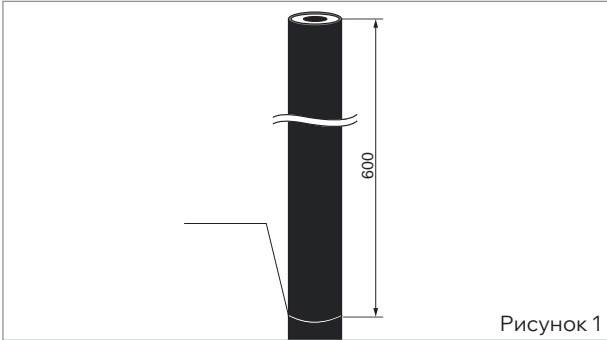

Рисунок 1
- Распрямить и очистить от пыли и грязи конец кабеля на длине 1000 мм. На расстоянии 600 мм от конца кабеля выполнить кольцевой надрез на шланге кабеля, а затем продольный вертикальный надрез (рис. 1).